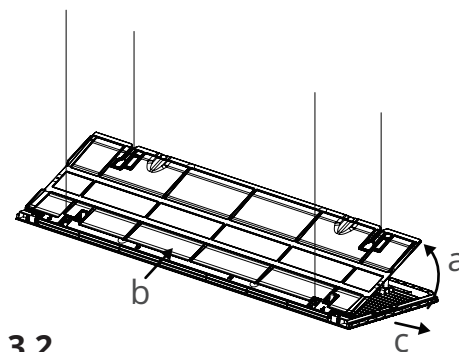

Fig. 3.2
4. Retire el filtro de la rejilla de entrada de aire siguiendo estos pasos (**consulte la Fig. 3.2**):